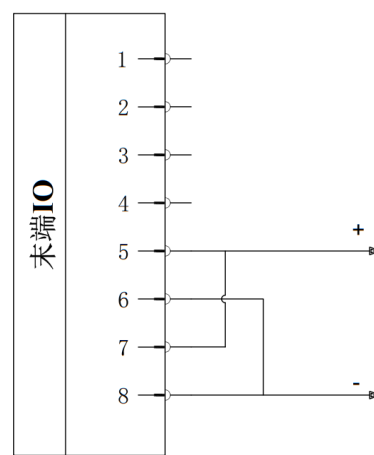

图 6-27 双针模式 2 接线
2) 接线方法: 如**图 6-27**, 将电源线 (5 灰色) 与 TI1/TO1/PWR1 线 (7 蓝色) 连接, 接地线 (8 红色) 与 TI0/TO0/GND1 线 (6 粉红色) 连接。